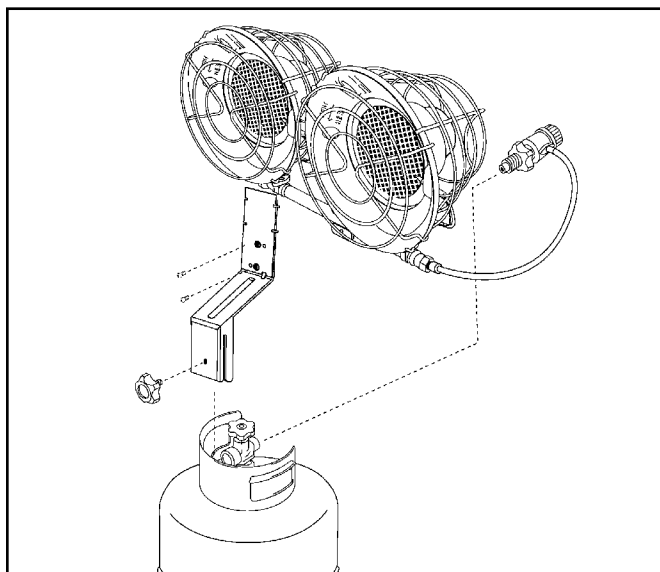

Figura 1.
- 5a. Modelo MHS30T con quemador doble (consulte la Figura 1).**